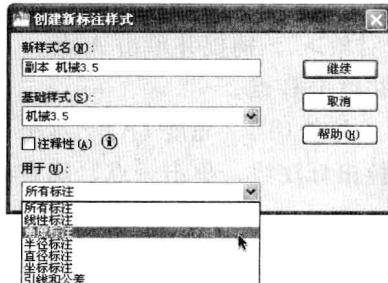

图 7-2-10
(9) 单击“新建”按钮，打开“创建新标注样式”对话框，在“用于”下拉列表中选择“角度标注”，如图 7-2-10 所示，即“角度标注”是“机械 3.5”样式的子样式，目的是在使用“机械 3.5”样式创建角度标注时自动使用这个“角度”子样式。